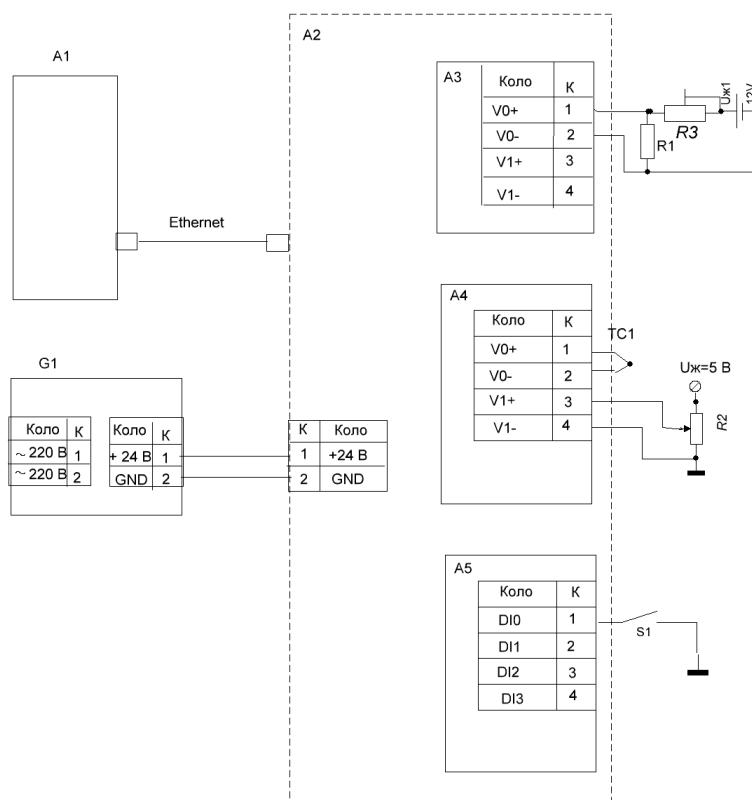

Рис. 2.11. Схема лабораторної установки:
Лабораторна установка (рис. 2.11) містить персональний комп'ютер (A1), до якого підключено контролер ADAM-5000E з мережею Ethernet.
2.4.1. Зібрати експериментальну установку з схемою (рис. 2.11).
Оскільки до цього каналу підключена хромель-алюмелева термопара типу К (рис. 2.11), необхідно встановити у рядку «*Input Range*» діапазон вимірюваного аналогового сигналу напруги або тип термопари: обрати термопару типу К.
2.4.10.13. Здійснюючи замикання та розмикання перемикача S1 (див. рис. 2.11), спостерігати поведінку лампи індикації відповідного каналу, яка має реагувати на перемикання зміною свого стану.